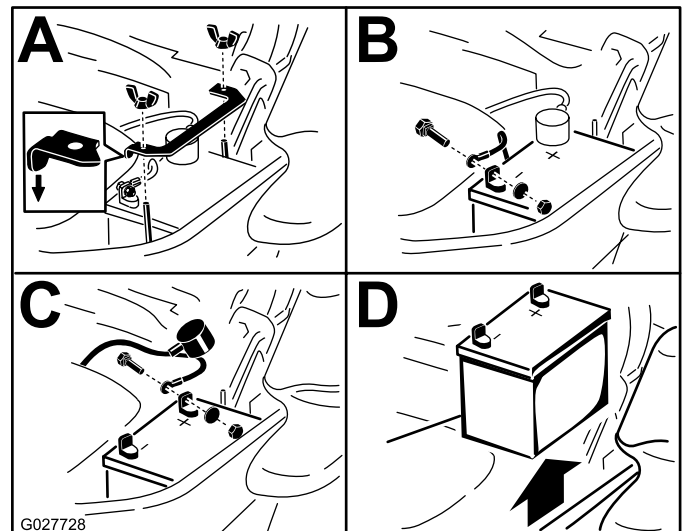

Figura 56
3. Primero desconecte el cable negativo (negro) del borne negativo (-) (negro) de la batería (Figura 56).
4. Retire la cubierta de goma roja del borne positivo (rojo) de la batería y retire el cable positivo (+) (rojo) (Figura 56).
5. Retire la tuerca de orejeta que sujeta la abrazadera de la batería (Figura 56).
6. Retire la abrazadera (Figura 56).
1. Coloque la batería en la bandeja, con los bornes frente al depósito de aceite hidráulico (Figura 56).
4. Fije los cables con 2 pernos, 2 arandelas, y 2 contratuercas (Figura 56).
6. Instale la abrazadera y sujétela con la tuerca de orejeta (Figura 56).